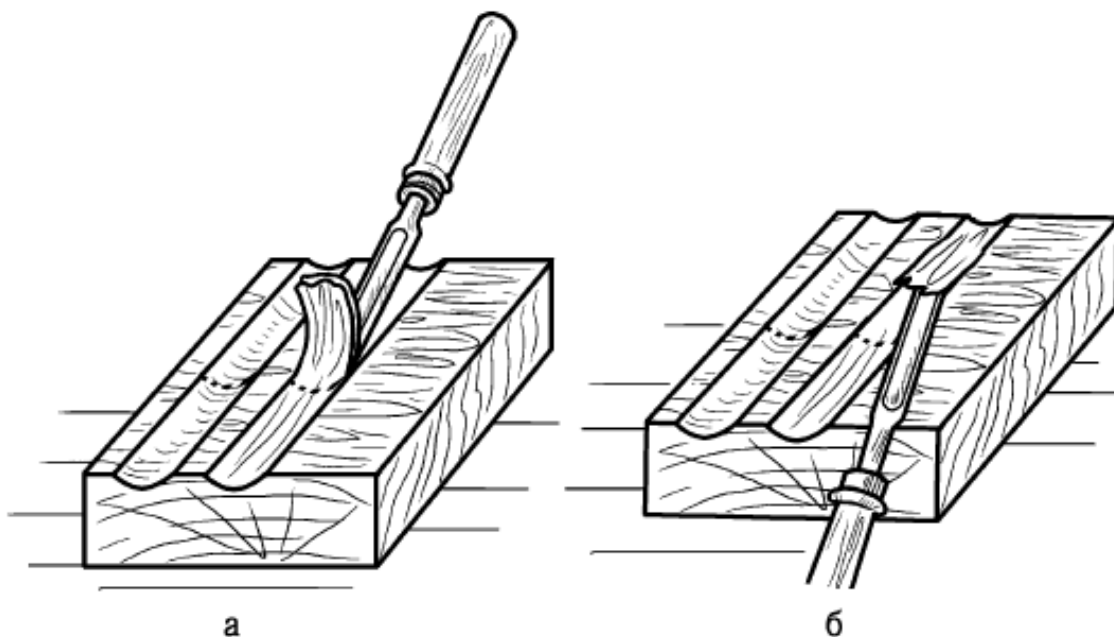

Рис. 47. Выполнение среза поперек волокон заготовки: *а* – правильно; *б* – неправильно
2. Срез поперек волокон заготовки (рис. 47). Для выполнения этого приема используется полукруглая стамеска, движения которой осуществляются с двух сторон в направлении от края к центру заготовки. За один проход не следует проводить рез от одного края до другого, так как в этом случае не удастся избежать сколов.